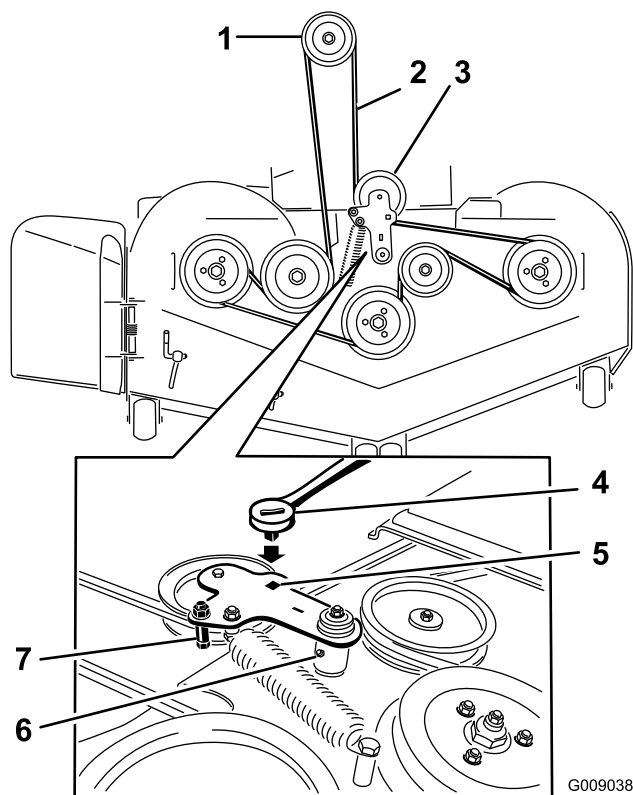

**Figure 79**
4. Déposez les couvercles de courroies ainsi que les boulons fixés dessus (Figure 79).